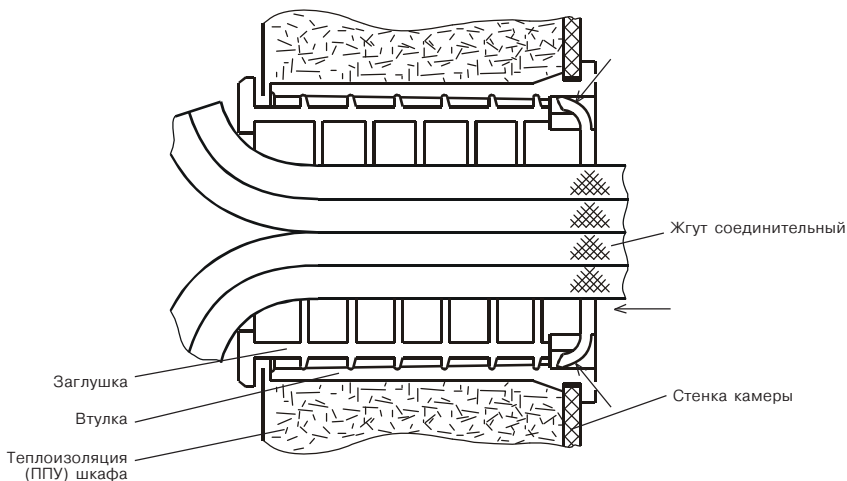

Рис. 31. Демонтаж заглушки полиэтиленовой
- ♦ для модификаций холодильников с выносным пультом управления (ВПУ), необходимо снять плоскость сервировочную и ослабить натяжение провода, идущего к ВПУ, для возможности демонтажа заглушки полиэтиленовой (рис. 31);
- ♦ демонтировать полиэтиленовую заглушку (рис. 31), отогнув усики изнутри камеры и вытолкнув заглушку наружу. При этом, необходимо соблюдать осторожность, чтобы не повредить электропроводку. Раскрыть заглушку, освобождая тем самым трубо- и электропровод;